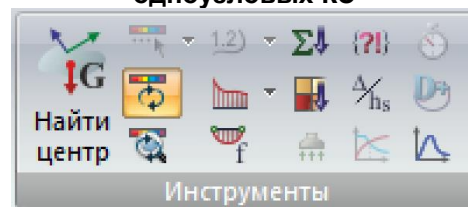

Рис. 84. Панель **Инструменты**
- **Инструменты** (рис.84) – основные инструменты для настройки режима графического отображения схемы, а также функции по представлению результатов, дополнительные команды.